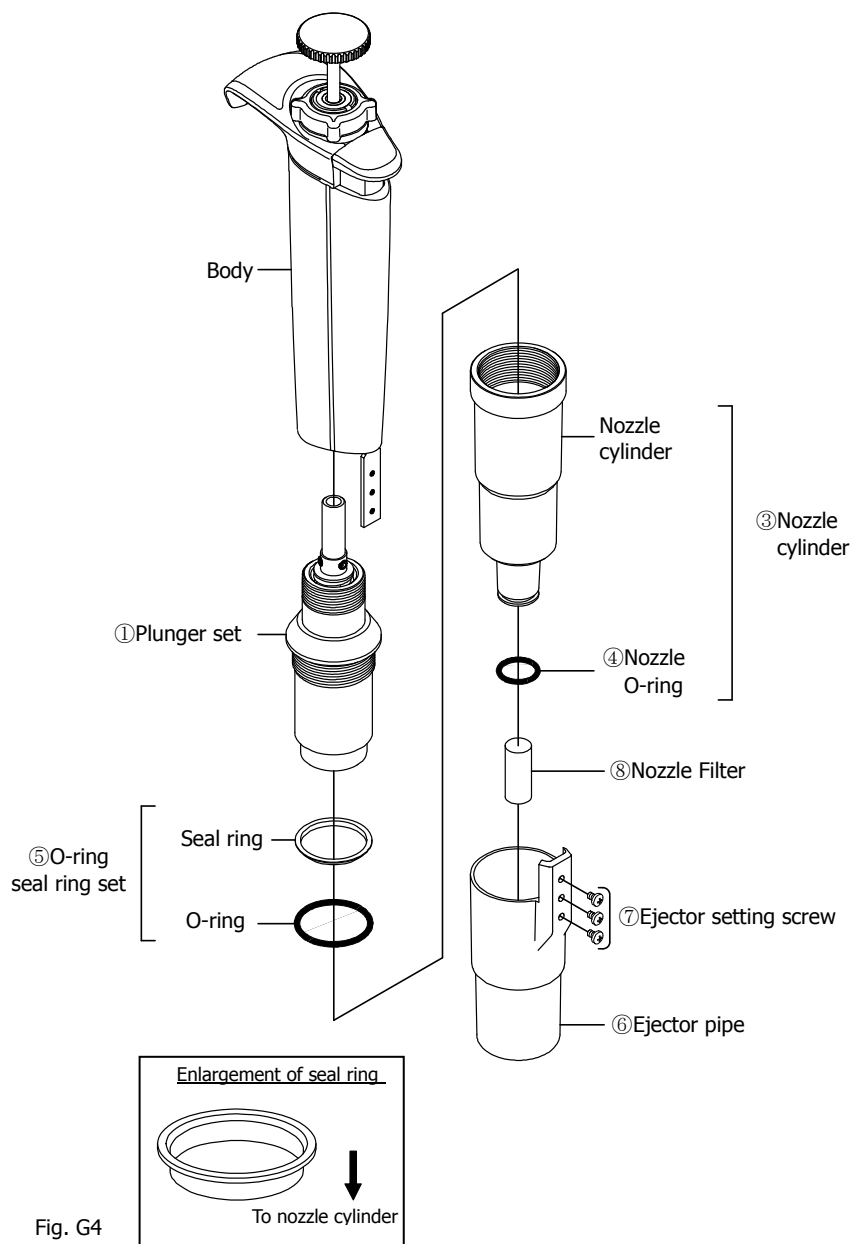

Fig. G4
- 5000ul: Fig. G4, 10000ul : Fig. G5
- 5000ul : Fig. G4, 10000ul : Fig.G4, G5